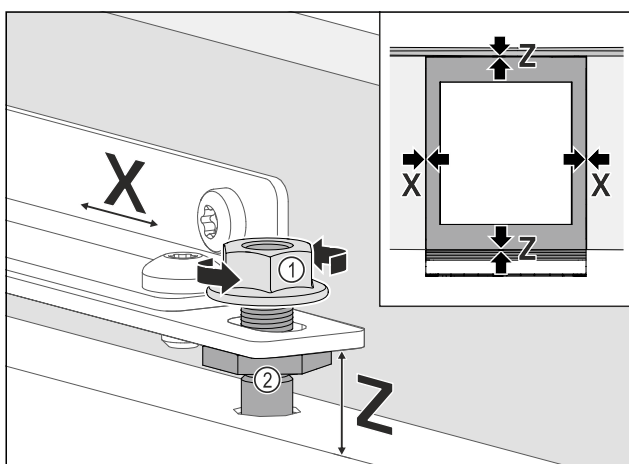

Fig. 104
- ▶ Ustawianie boczne drzwi mebla: Odkręcić Fig. 104 (1) nakrętki zabezpieczające, przesunąć drzwi mebla w kierunku X.
- ▶ Dokręcić nakrętki zabezpieczające Fig. 104 (1).
- ▶ Ustawianie drzwi mebla na wysokość Z i pochylenie boczne: Ustawić Fig. 104 (2) sworzeń regulacyjny.